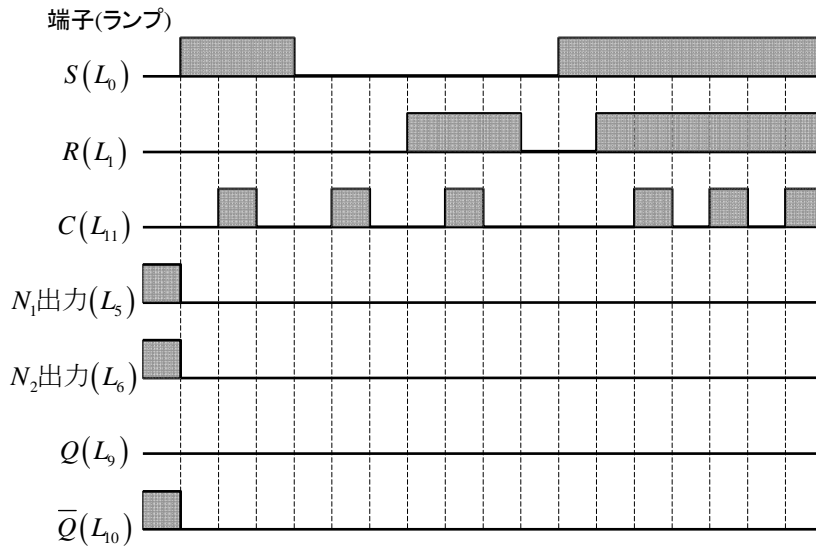

図 4 RST フリップフロップのタイムチャート
a) 図 4 のタイムチャートに従い、フリップフロップの入端子に対応する 3 個の入力
スイッチ S_0 , S_1 及び F_1 をオンオフにして、フリップフロップの中間出力及び最終出力端子に対応するランプ L_5 , L_6 及び L_9 , L_{10} の状態を図 4 に記録する。